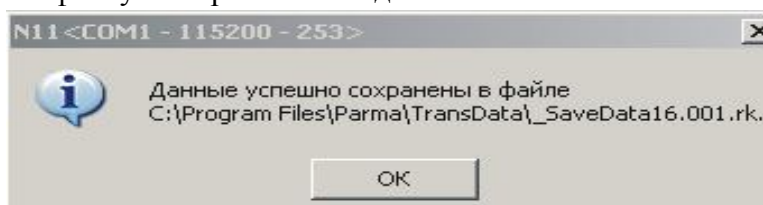

Рисунок 32
7.2.2.13 При удачном сохранении появится сообщение (рисунок 32), в котором указывается путь на ПК пользователя к файлу с сохраненными данными.